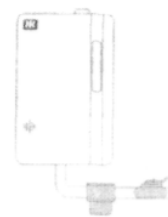

Рис. 20.1.
1. Подключение газовой линии. (Рис.20.1.)